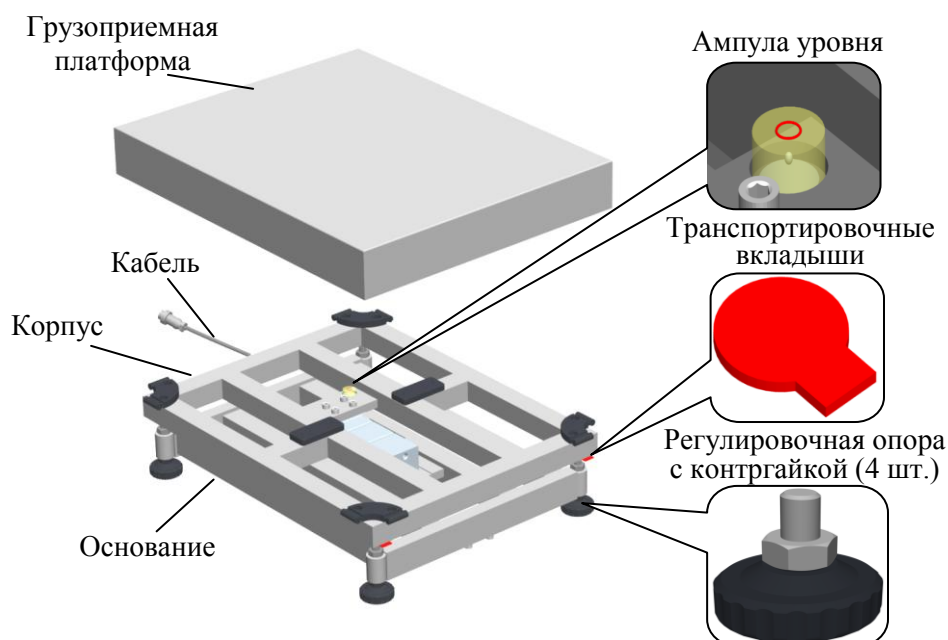

Рисунок 1 – Конструкция модуля
- 3.1.4 Переверните модуль и вверните регулировочные опоры (4 шт) (см. рис. 1).